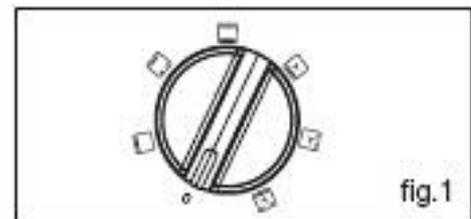

fig.1
- Ao colocar em funcionamento (fig.1)
Carregar no botão  durante alguns segundos até fazer piscar a fixação (fig.1).
O programador só deve fixar a hora e esta não deve piscar (fig.1).
Exemplo: Posição  TRADICIONAL (fig.1)
A fixação pisca para indicar que a regulação é agora possível (fig.1)
Carregar no botão  (fig. 1) até fazer piscar o símbolo